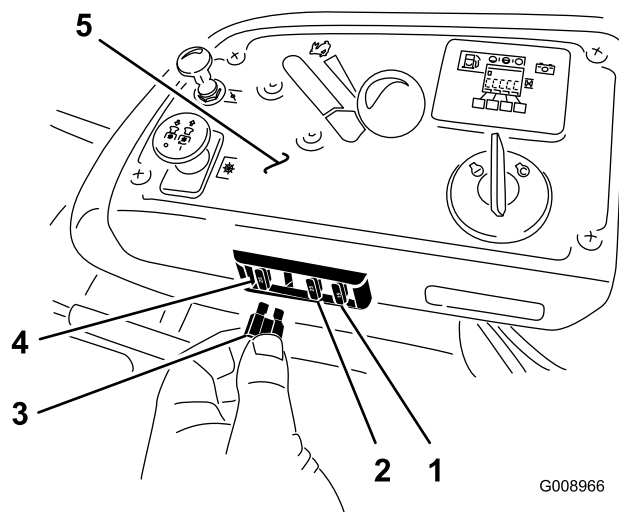

Bild 61
3. Setzen Sie eine neue Sicherung ein (Bild 61).
1. Die Sicherungen befinden Sie rechts am Armaturenbrett neben dem Sitz (Bild 61).